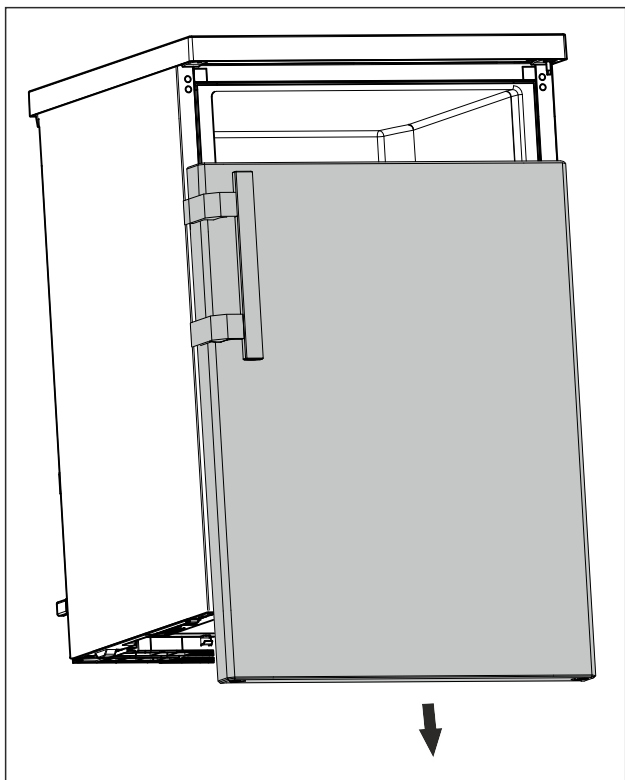

Fig. 9
- ▶ Зніміть дверцята в напрямку вниз. (див. Fig. 9)